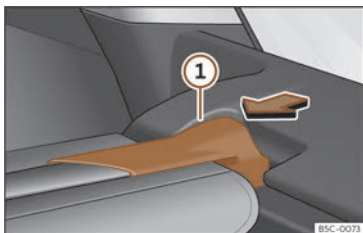

Fig. 176 No maletreiro: desmontar a bandexa.
- Prema o soporte da bandexa >>> **fig. 176** ① no sentido da frecha.
- Encaixe o soporte da bandexa >>> **fig. 176** ① na carcasa do outro lado.